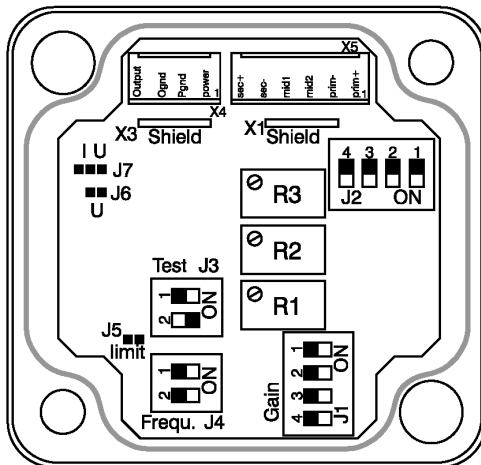

Fig. 5.1: Système électronique de l'amplificateur
Le rayon de courbure minimal du câble d'alimentation et de sortie PC710-6/4 (disponible comme accessoire) est de 24 mm. Tous les raccordements pour l'alimentation en tension / les capteurs / la sortie de signal se trouvent sur le système électronique (cf. fig. 5.1).
4. Mettre les commutateurs S1 et S2 sur J3 (Fig. 5.1) sur ON.
- 5a. Régler le point neutre électrique avec R1 (Fig. 5.1) sur le signal de sortie désiré en position centrale.
- 5b. Régler le point neutre avec R1 (Fig. 5.1).
- 7b. Déplacer le curseur et/ou le capteur jusqu'à la position de démarrage désirée. Régler le signal de sortie avec R2 (fig. 5.1) sur la même valeur que point 5b.
A l'aide du commutateur DIP J4 à 2 pôles (position sur la platine, cf. fig. 5.1), on règle la fréquence de l'oscillateur. La phase est réglée avec J2 (cf. fig. 5.1).
A l'aide du commutateur DIP J4 \pm 4 p \square les (position sur la platine, cf. fig. 5.1), on r \acute{e} gle la tension d'alimentation pour le capteur.
- Mettre les commutateurs S1 et S2 sur J3 (Fig. 5.1) sur ON.
- Réglez le point neutre électrique avec R1 (cf. fig. 5.1) sur 6,00 VDC et/ou 12,00 mA (à la sortie du courant). Position centrale du capteur.